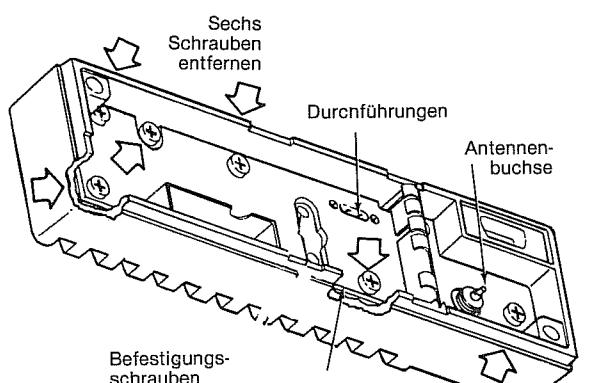

Abbildung 17
(3) Die Stromversorgungs- und Antennendrähte ablöten (Abbildung 17).
(5) Sämtliche Befestigungsschrauben der Endstufenplatine (Abbildung 17) entfernen und die Platine entnehmen.